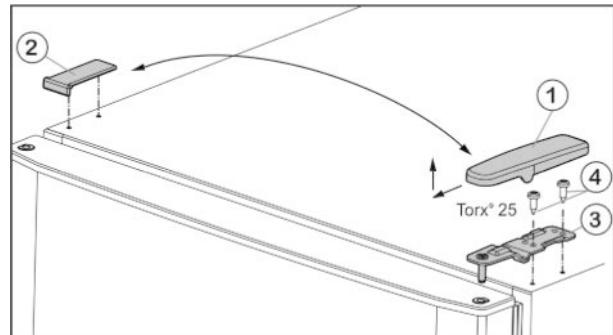
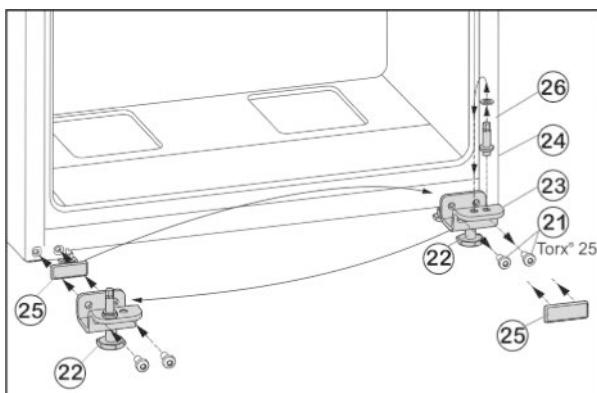

Fig. 4
Fig. 6
- ▶ Потяните крышку Fig. 4 (1) вперед и вверх.
- ▶ Снимите крышку Fig. 4 (2).
- ▶ Открутите верхний опорный кронштейн Fig. 4 (3)(2 шт. Torx® 25) Fig. 4 (4) и вытяните вверх.
- ▶ Открутите крепежные винты Fig. 6 (21).
- ▶ Снимите нижний опорный кронштейн Fig. 6 (23) вместе с опорным пальцем Fig. 6 (24), шайбой Fig. 6 (26) и регулируемой опорой Fig. 6 (22).
- ▶ Открутите опорный палец Fig. 6 (24) вместе с шайбой Fig. 6 (26) и, переставив в отверстие на противоположной стороне опорного кронштейна, снова прикрутите.
- ▶ Аккуратно снимите защитную пластину Fig. 6 (25) и переставьте ее на противоположную сторону.
- ▶ Прикрутите нижний опорный кронштейн Fig. 6 (23) вместе с опорным пальцем Fig. 6 (24), шайбой Fig. 6 (26) и регулируемой опорой Fig. 6 (22) с другой стороны шарнира (**с моментом 4 Нм**), при необходимости используйте аккумуляторный шуруповерт.
- ▶ Установите нижнюю дверцу сверху на опорный палец Fig. 6 (24).
- ▶ Вставьте средний опорный кронштейн (13) с поворотом на 180° в нижнюю дверцу и прикрутите с помощью крепежных винтов (11)(2 шт. Torx® 25) на новую сторону шарнира (**с моментом 4 Нм**).
- ▶ Снова установите пластиковую шайбу (10).
- ▶ Установите верхнюю дверцу на средний опорный кронштейн (13).
- ▶ Установите верхний опорный кронштейн Fig. 4 (3) на новой стороне шарнира и защелкните в дверце.
- ▶ Привинтите верхний опорный кронштейн (**с моментом 4 Нм**)(2 шт. Torx® 25) Fig. 4 (4). При необходимости используйте аккумуляторный шуруповерт.
- ▶ Наденьте и защелкните крышку Fig. 4 (1) на противоположной стороне снаружи.
- ▶ Также наденьте сверху и защелкните крышку Fig. 4 (2) на противоположной стороне.
- ▶ Выверните регулируемую опору Fig. 6 (22) на нижнем опорном кронштейне Fig. 6 (23) до ее соприкосновения с полом.